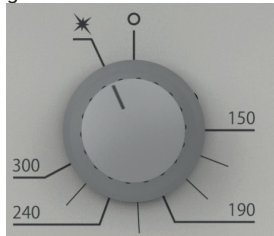

Bild 15. Die Einstellung des Drehknopfes, in der nur der Pilotbrenner des Backofens mit Gas versorgt wird.
- Den Drehknopf umdrehen und eingedrückt in der Position des Pilotbrenners halten (Bild 15)